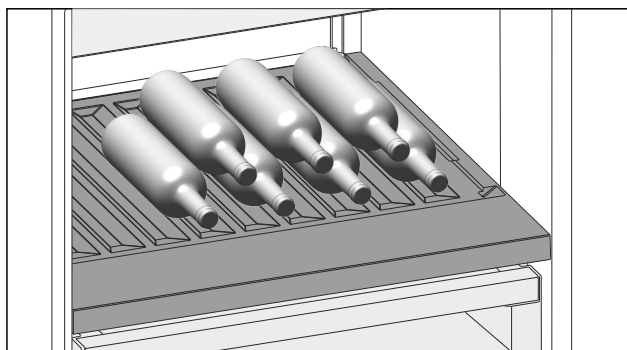

Fig. 181 Ілюстративне зображення
- ▶ Помістіть пляшки дном у напрямку до задньої стінки. (див. Fig. 181)